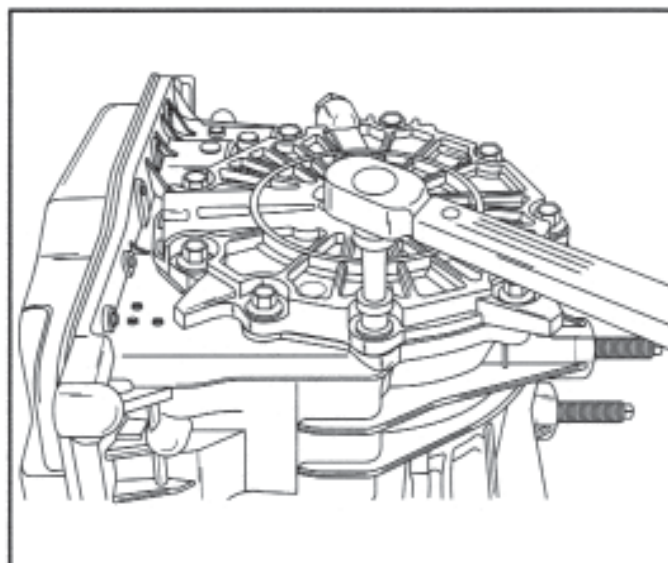

Figura 180
56. Aperte os 9 parafusos da tampa externa com torque de 22 N-m (16 ft.lb.), conforme ilustrado na Figura 180.